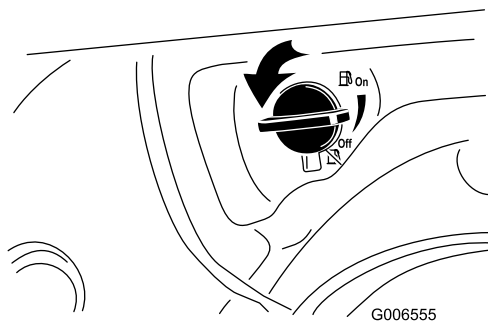

Рисунок 25
2. Поверните отсечной топливный кран на $1/4$ оборота против часовой стрелки для того, чтобы открыть его (Рисунок 25).